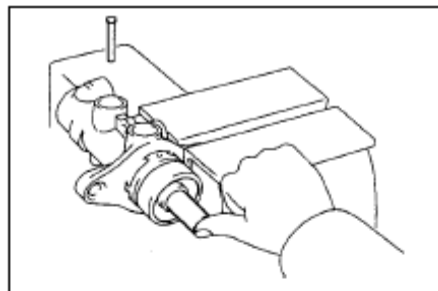

Рис. 263
- (4) Толкните поршень, и установите штифт в корпус цилиндра.(в автомобилях с ABS) (рис. 263)